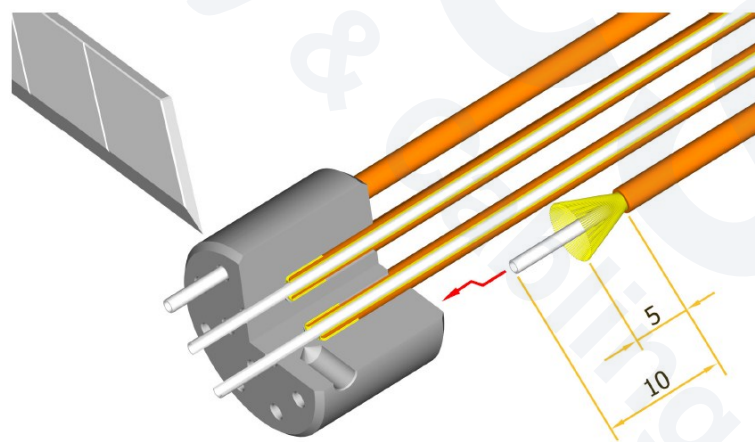

Figura 1: Preparazione Tamburo.
- 4) Inserire i tubetti 2mm precedentemente preparati all'interno dei rispettivi fori del tamburo (cfr. Figura 1).